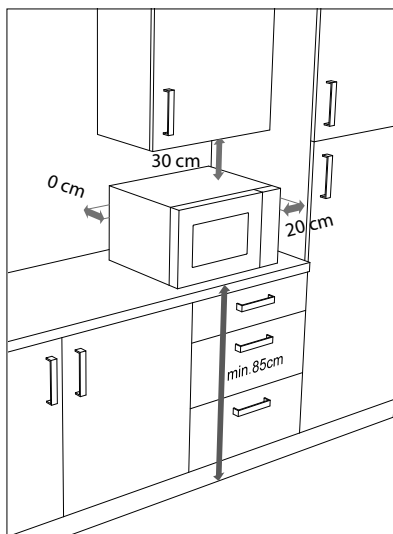

Abbildung 3
- ▶ Für eine ausreichende Belüftung müssen in **Abb. 3** dargestellten Abstände eingehalten werden. Der Abstandhalter an der Geräterückseite muss die Wand berühren. Er gewährleistet den korrekten Abstand beim Aufstellen der Mikrowelle.
- ▶ Die Standfüße (8) dürfen nicht entfernt werden.